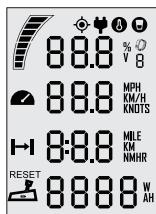

Figura 6-11
- 2) Certificar-se de que todo o equipamento envolvido está normalmente ligado. Se o sistema de Controlo ainda aparecer como na Figura 6-11 após a verificação, isto indica que ocorreu um erro. Por favor, contacte o seu revendedor para reparação.